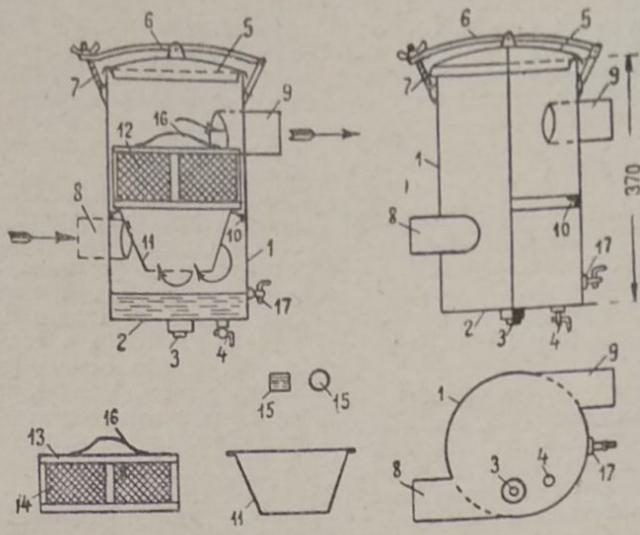

Рис. 5
Добавочный очиститель, устройство и размеры которого приведены на рис. 5, выполнен следующим образом: цилиндр (1) из листовой стали высотой 370 мм и диаметром 220 мм, имеет снизу приварное дно (2) со спускной пробкой (3) и спускным краном (4), а сверху откидную крышку (5) с уплотняющим желобком, плотно защищаемую при помощи накидной скобы (6) и нажимного винта (7) с барашком. Для подвода газа к очистителю и вывода из него имеются входной (8) и выходной (9) патрубки, соединяемые гибкими резиновыми шлангами с трубопроводами установки. Эти патрубки укреплены к цилиндуру таким образом (по типу «улитки»), что газ при входе и выходе получает круговое (спиральное) вихревое движение по окружности очистителя.